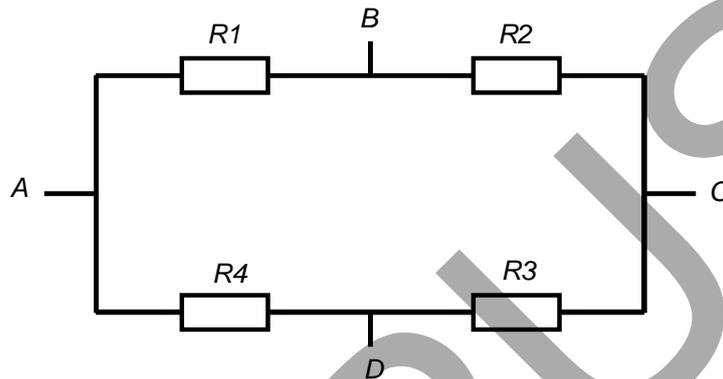

Figura 4: Caixa preta com 4 terminais
**Exercício 2:** Uma “caixa preta” é constituída por 4 resistores conforme mostra a figura 4. Medindo-se a resistência entre os vários terminais, obteve-se a seguinte tabela:
**Prática 2:** Meça cuidadosamente os valores das resistências entre os terminais AB, BC, CD, DA, AC e DB da caixa preta com 4 terminais fornecida (figura 4). Calcule os valores dos 4 resistores sabendo que todos eles têm valor comercial.